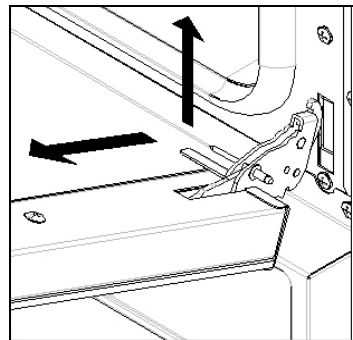

Abb. 5
- die Tür etwas heben und herausziehen (Abb. 5);